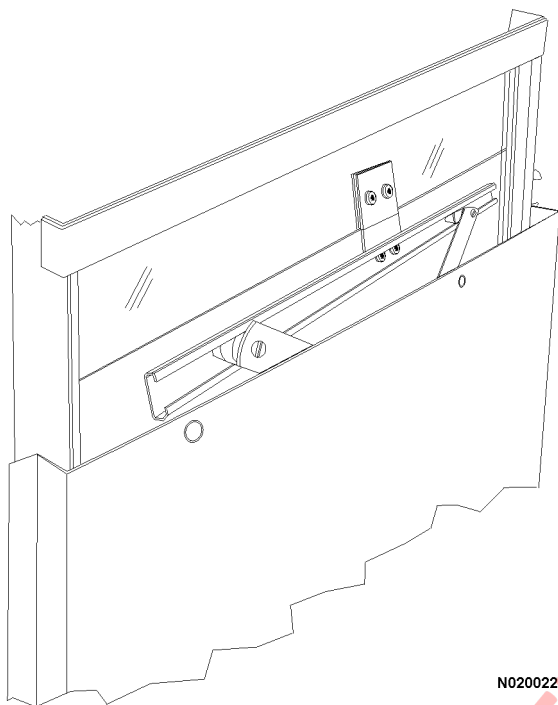

FIGURA 2-7.
- f. Baje con cuidado el panel de la puerta unas cuantas pulgadas. Sostenga el vidrio en la parte superior para evitar que caiga. Deslice el panel de la puerta hacia la cabina para desenganchar el rodillo regulador de la ventana (Figura 2-7) de la guía en la parte inferior del vidrio. Deslice el panel para alejarlo de la cabina y desenganchar el otro rodillo superior y el rodillo inferior de sus guías. Deje el panel a un lado después de desmontarlo.
6. Baje con cuidado el panel de la puerta unas cuantas pulgadas. Afirme el vidrio en la parte superior con cinta adhesiva para evitar que caiga. Deslice el panel de la puerta hacia la cabina para desenganchar el rodillo regulador de la ventana (Figura 2-7) de la guía en la parte inferior del vidrio. Deslice el panel para alejarlo de la cabina y desenganchar el otro rodillo superior y el rodillo inferior de sus guías.
20. Instale el soporte de la guía reguladora de la ventana, como se muestra en la Figura 2-7. Asegúrese de que los bujes de nylon y las empaquetaduras estén instaladas adecuadamente para evitar que el vidrio se dañe.